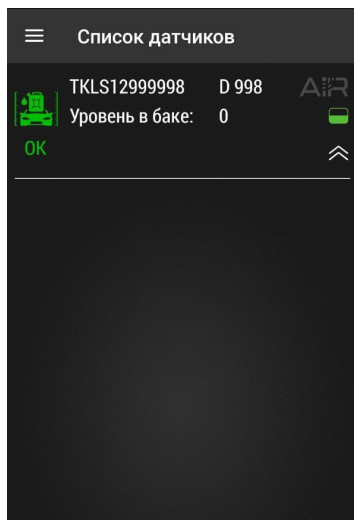

Рис.6. Найденные датчики.
- Запустите приложение USP Tool. Откроется окно поиска датчиков. Если в радиусе действия Bluetooth есть ранее активированные датчики, находящиеся в режиме «Работа» или «Конфигурация», они появятся на экране устройства (**Рис.6**).